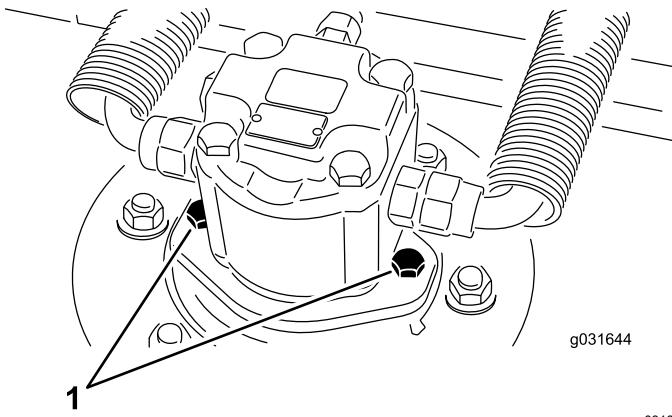

图 69
马达 图 69。
- 使用液压马达安装螺丝将液压马达安装到滚刀组上图 69。